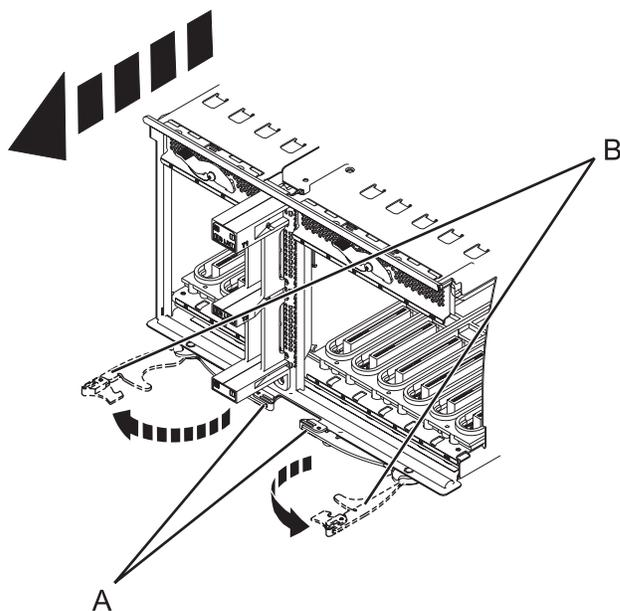

Figura 99. Extracción de la placa del sistema de E/S
12. Apriete los pestillos de liberación (A) y saque las palancas (B), como se muestra en Figura 99.